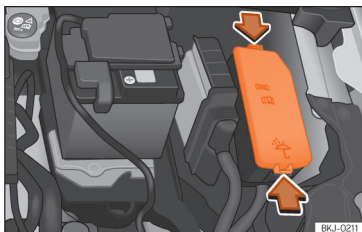

Fig. 162 No compartimento do motor: tampa da caixa de fusíveis.
- Pressione as patilhas de bloqueio para desbloquear a tampa da caixa de fusíveis » » » **Fig. 162.**